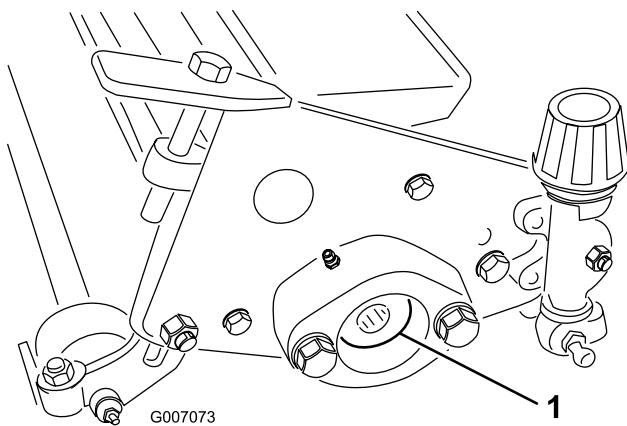

Figure 12
1. Desserrez les (2) vis et rondelles qui fixent le contrepoids à l'extrémité du groupe défeutreur. Déposez le contrepoids.
2. Desserrez les (2) vis qui fixent le moteur de cylindre à l'autre extrémité du groupe défeutreur. Déposez le moteur du cylindre.
3. Enlevez les (2) vis et rondelles de blocage qui fixent les logements de roulements de cylindre à chaque extrémité du groupe défeutreur (Figure 12).